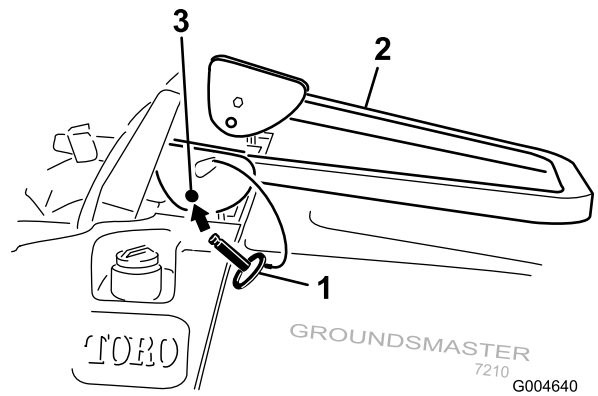

Bild 14
2. Senken Sie den Überrollbügel ab (Bild 14).